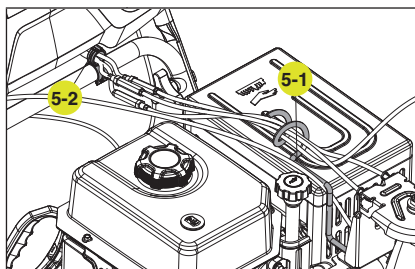

Figure 5
5. Faites passer les câbles à travers la forme bouclée de la tige (5-1) et le collier de serrage (5-2) sur la partie inférieure du guidon. Des attaches de câble supplémentaires sont incluses pour bien fixer les câbles. Ne serrez pas les attaches avant la première utilisation, puis ajustez au besoin. Une fois que vous êtes satisfait du positionnement correct des câbles, serrez toutes les attaches (fig. 5).